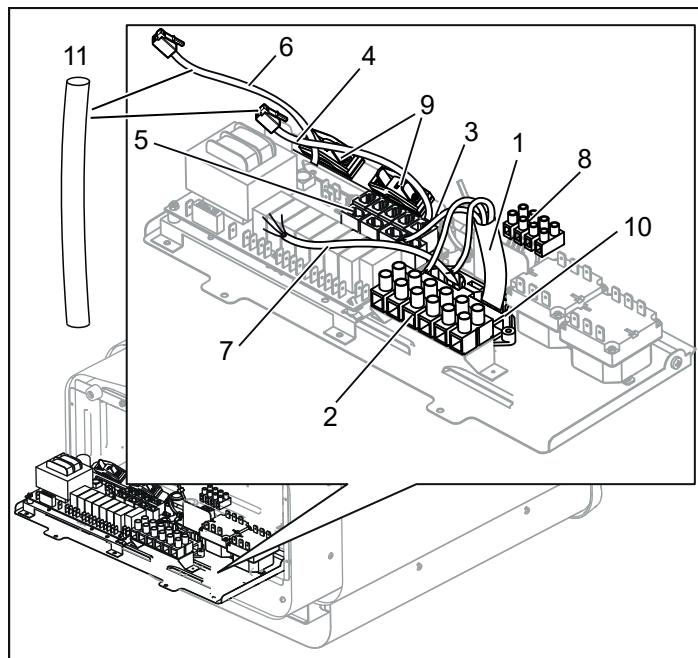
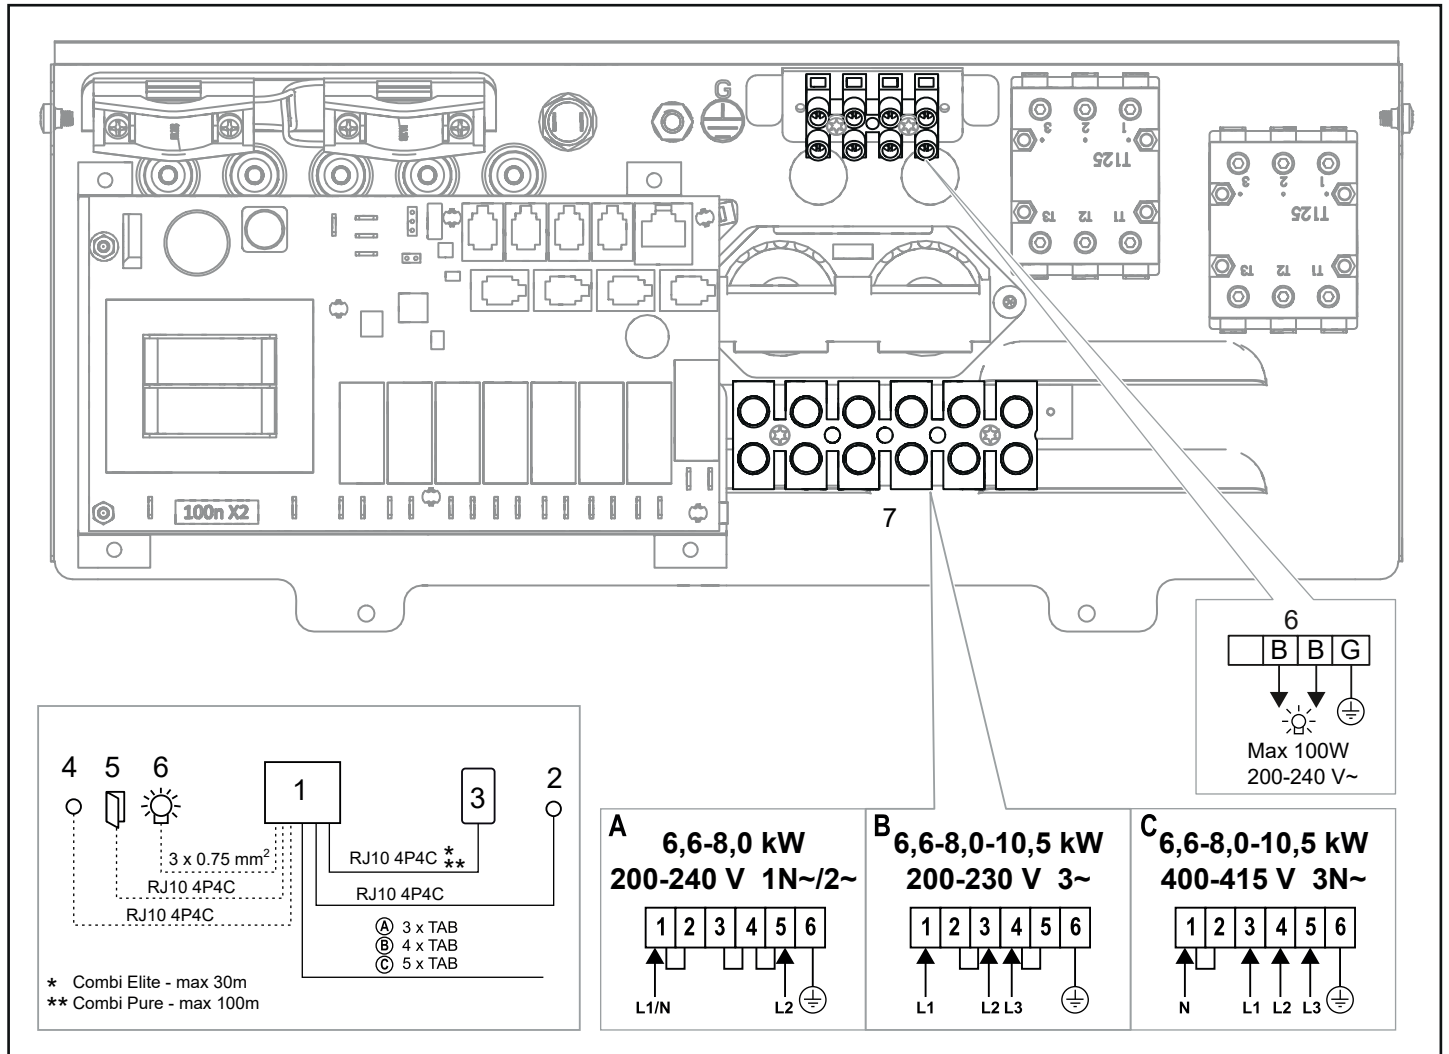
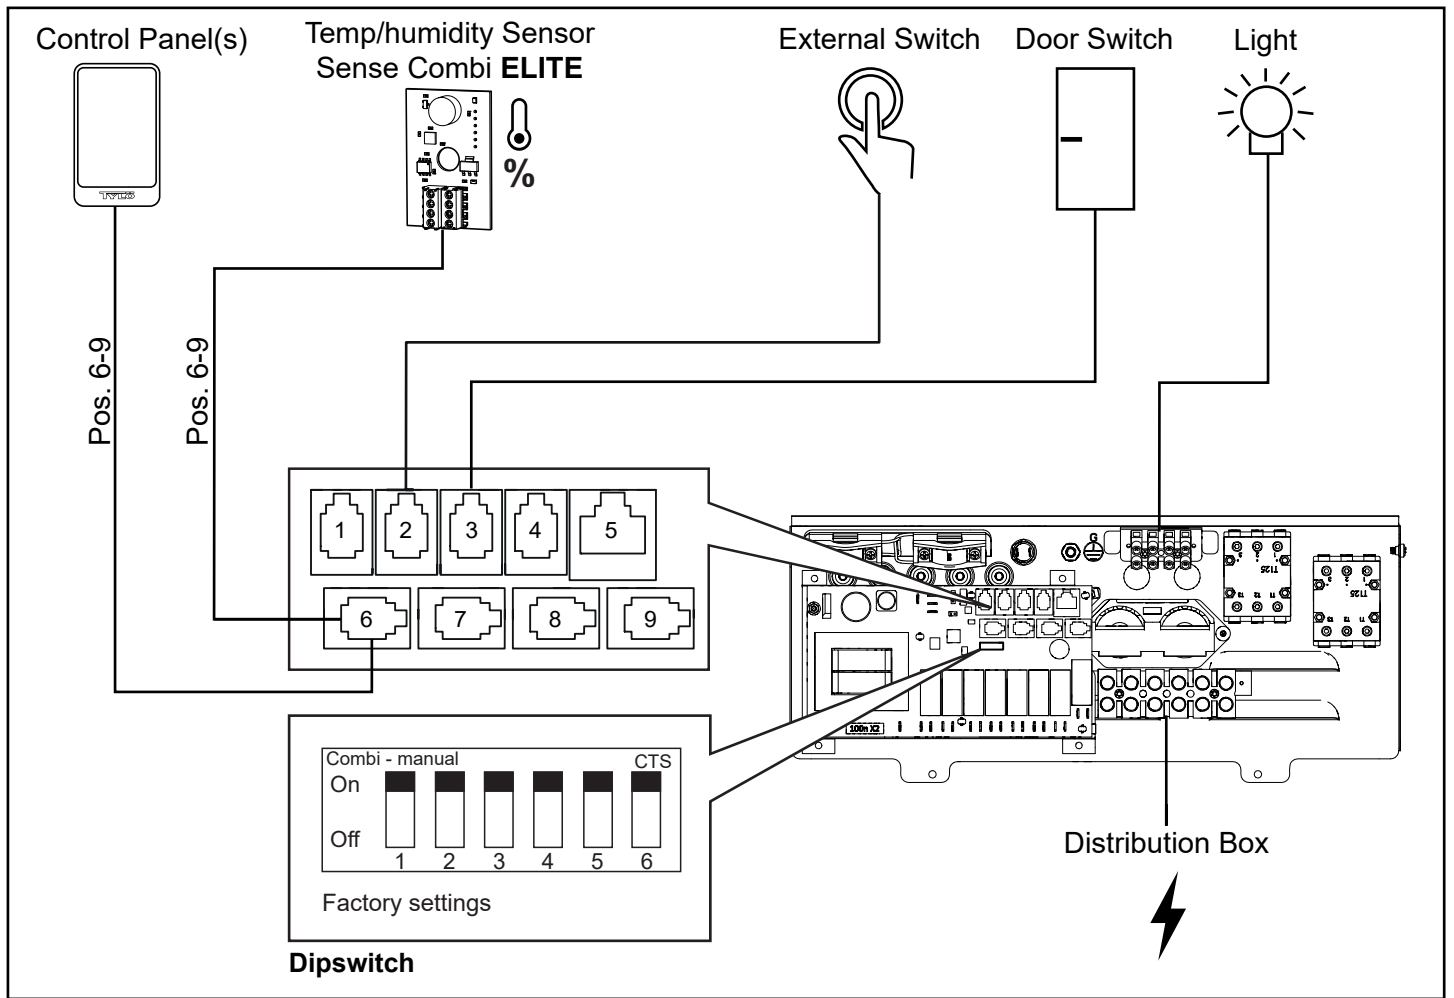

Abbildung 10: Leiterplatte
Abbildung 17: Schaltplan
Abb. 19. Schaltplan Sense Combi Elite
4. Verbinden Sie das Elektrokabel (siehe Abbildung 10), wie im Schaltplan gezeigt (siehe Abbildung 17).
5. Führen Sie die Kabel für das Bedienpanel und den Temperaturfühler durch die Kabeltüllen (siehe Abbildung 10). Verbinden Sie das Kabel des Bedienpanels mit einem der vier RS485-Kontakte (Positionen 6-9) (siehe Abbildung 19, 20).
Combi Elite: Verbinden Sie das Kabel des Feuchtigkeits- und Temperaturfühlers mit einem der vier RS485-Kontakte (Positionen 6-9) (siehe Abbildung 19).
7. Verbinden Sie das Lichtkabel (sofern relevant), (siehe Abbildung 10), wie im Schaltplan in Abbildung 17 gezeigt.
Wenden Sie sich an den Tylö Kundendienst, bevor Sie Spannungen oder Phasennummern anschließen, die nicht im Schaltplan in Abbildung 17 abgebildet sind.